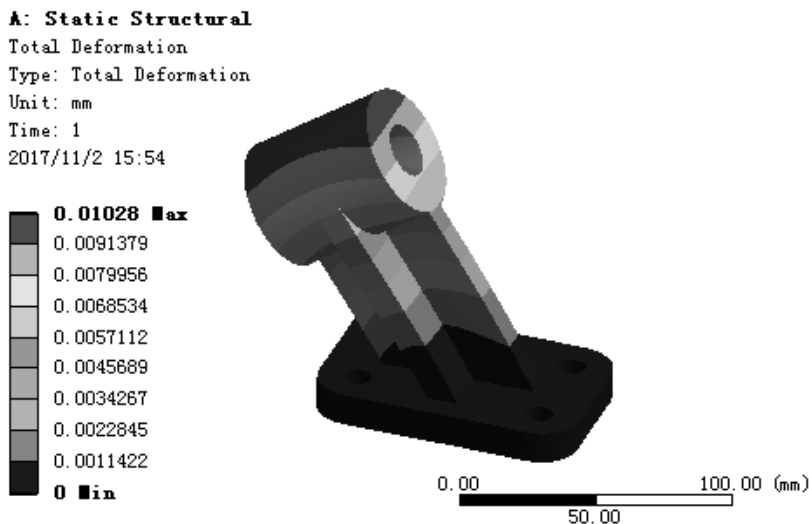

图 7.2.6 位移变形结果图解
(1) 求解分析。在顶部工具栏中单击 **Solve** 按钮求解分析。
(2) 查看位移变形结果图解。在“Outline”窗口中选中 **Total Deformation**，查看图 7.2.6 所示的位移变形结果图解，其最大位移为 0.01028mm。